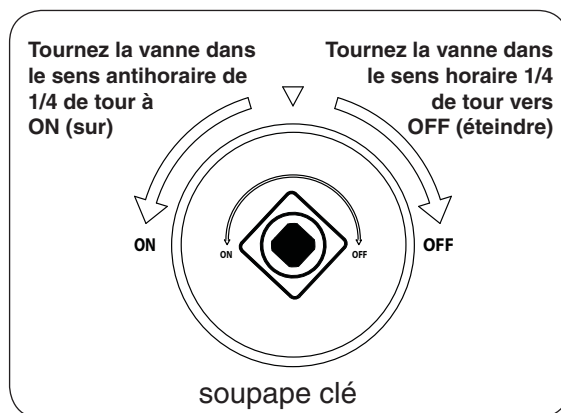

Fig. 38-2
4. **Une fois que le match est en feu et en position**, tournez la vanne clé sens anti-horaire d'un tour à la position **ON** (sur) 1/4 (voir Fig. 38-2). Votre brûleur devrait s'allumer.
**AVERTISSEMENT:** Si le brûleur ne se allume pas dans les cinq (5) secondes de tourner sur la vanne clé, tournez immédiatement la vanne clé vers la droite d'une tour à la position **OFF** (éteindre) 1/4.
**Pour éteindre votre brûleur à gaz**, tourner la soupape clé vers la droite d'une tour à la position **OFF** (éteindre) 1/4 (voir Fig. 38-2). Assurez-vous que la vanne clé est tournée entièrement au large pour éviter toute fuite de gaz.